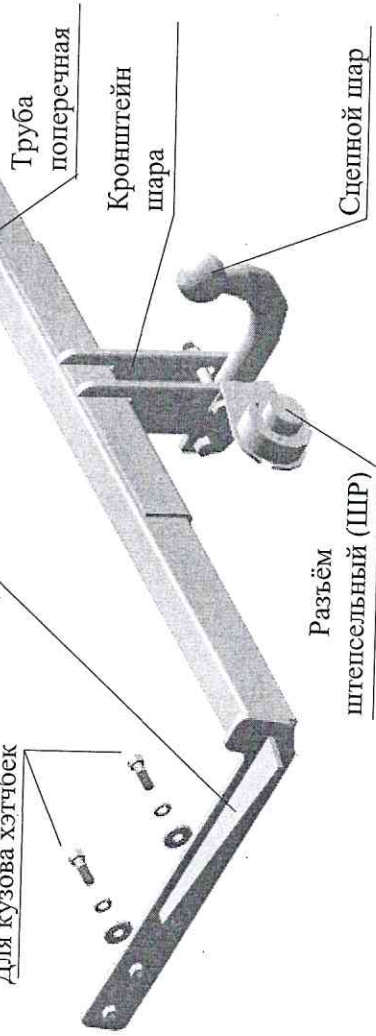

РИС.1 Тягово-сцепное устройство ТСУ ФОКУС ХБ
- 2.1 ТСУ ФОРД ФОКУС ХБ (рис.1) 1 шт.
- 2.2 Пакет комплекующих в соответствии с рис.1 1 шт.
- 4.5 Установить ТСУ на автомобиль: боковые кронштейны ТСУ в лонжероны до совпадения положения приваренных гаек с отверстиями в лонжеронах (см. рис. 1); кронштейны шара до упора в панель бампера. Установить на места болты М10х35.